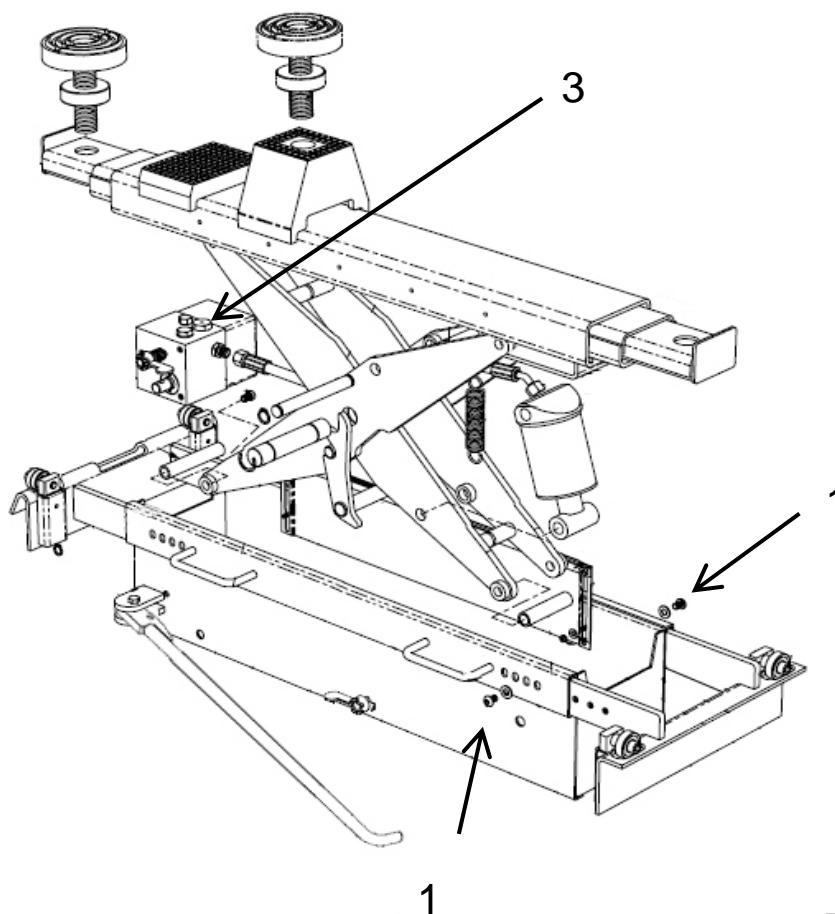

Fig 2
A. Draai de 4 borgschroeven (pos. 1, fig. 2) los met een 5 mm inbussleutel.
Indien de krik "elastisch" lijkt, ontluicht dan door olieafdichting (pos. 3, fig. 2) los te draaien. Hef de krik 2-3 maal tot de maximale hoogte. Vergeet niet olieafdichting (pos. 3, fig. 2) weer aan te draaien.